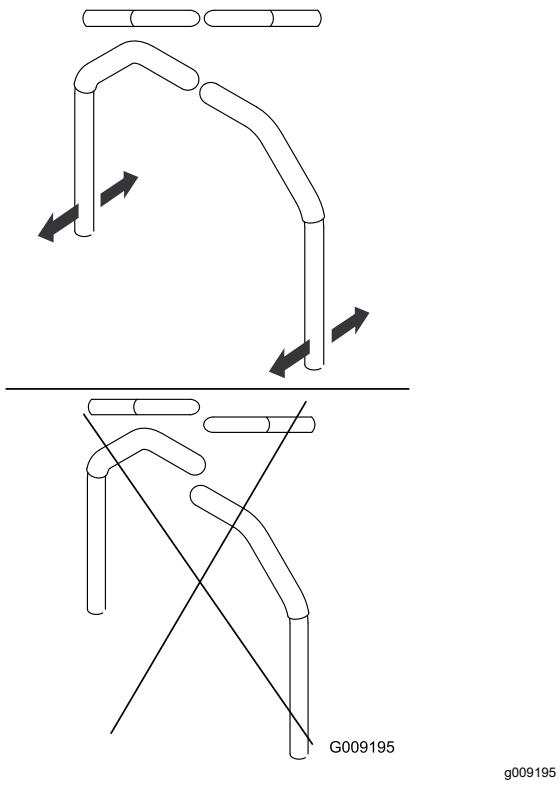

Figure 59
3. Alignez la position avant-arrière des poignées en les ramenant en même temps à la position POINT MORT, puis en les déplaçant jusqu'à ce qu'elles soient correctement alignées (Figure 59).